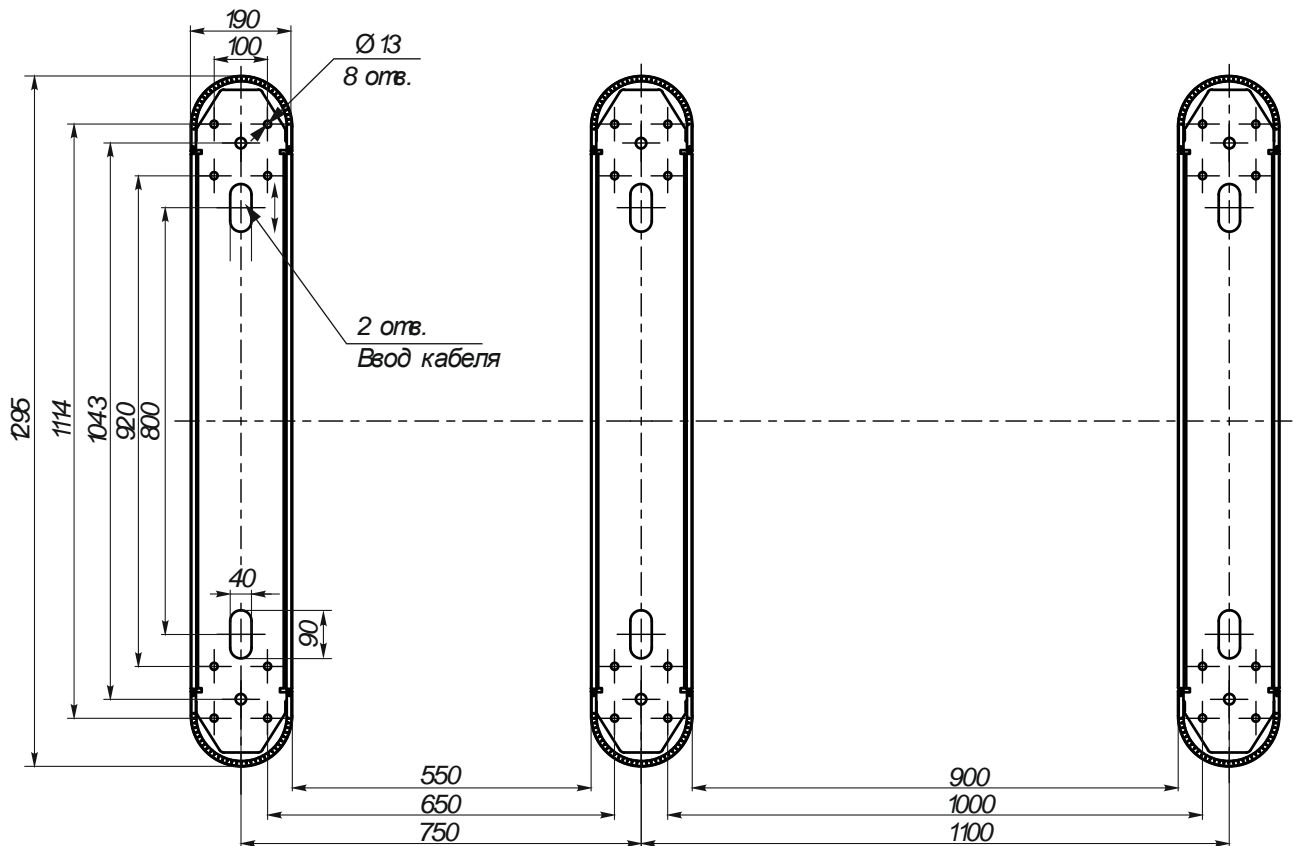

Рис. 13– Установочные размеры комплекта турникетов «Sweeper-1» и «Sweeper-2»
4. - совместить крепежные отверстия в нижней пластине турникета с подготовленными отверстиями в поверхности согласно разметки рис.13;